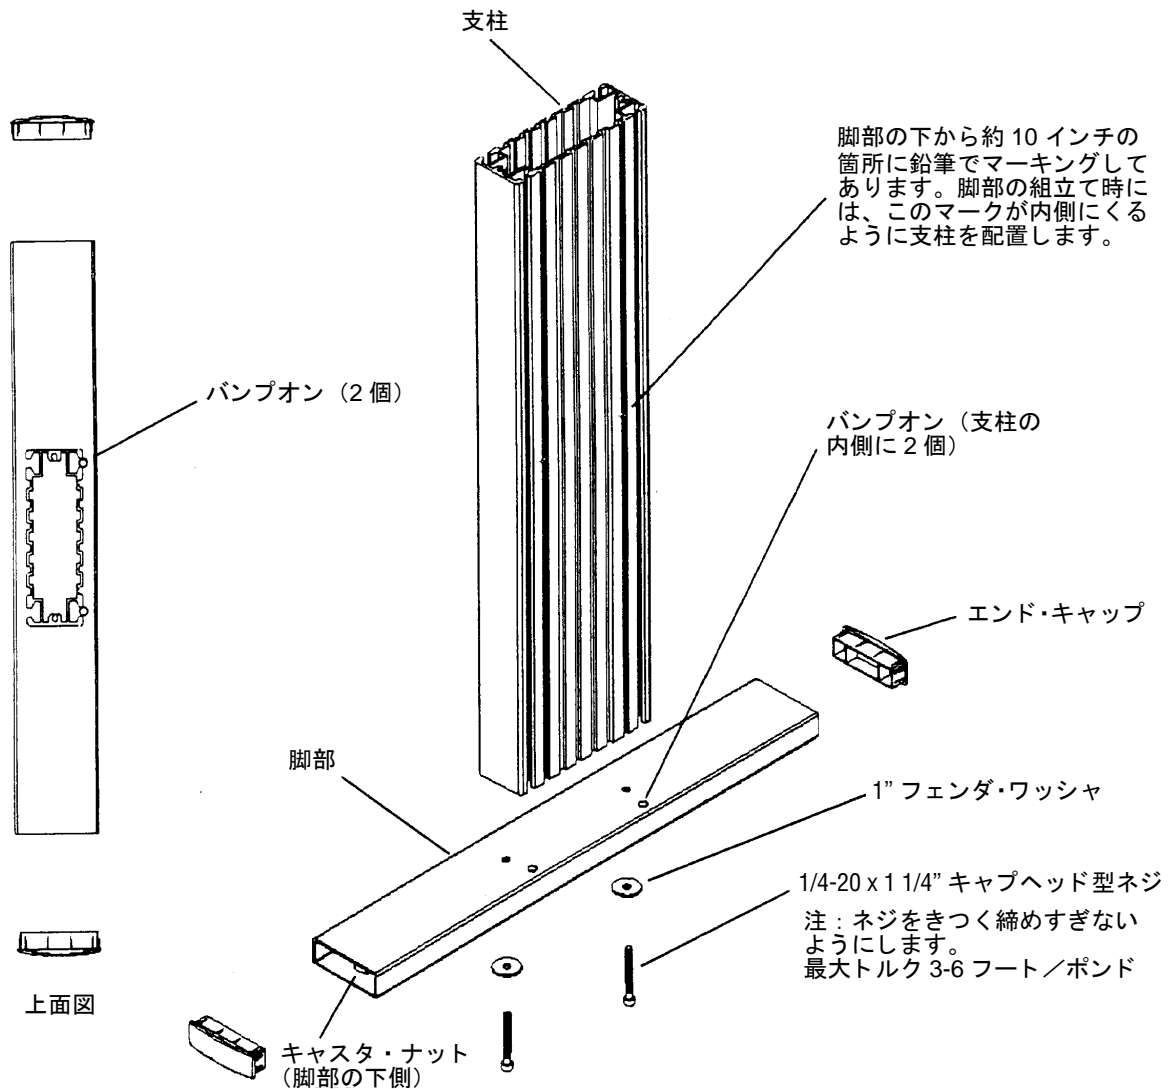

図 4: 脚部アセンブリの組立て
2. 脚部アセンブリの水平バーに小さいプラスチックのボタン（バンプオン）がついていることを確認します。このボタンが台車の内側になります。図 4 に示すように脚部アセンブリを置きます。脚部アセンブリ間のスペースがストラットの長さにほぼ等しい程度にしておきます。